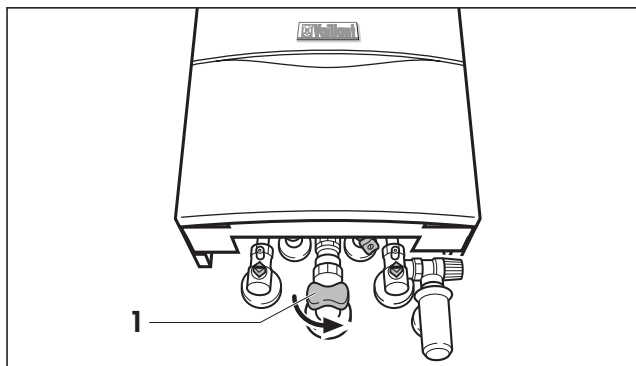

Рис. 2.1 Закрывание газового запорного крана на аппарате
- закрыть запорный газовый кран (1) на аппарате (рис. 2.1) и главный газовый кран в помещении.